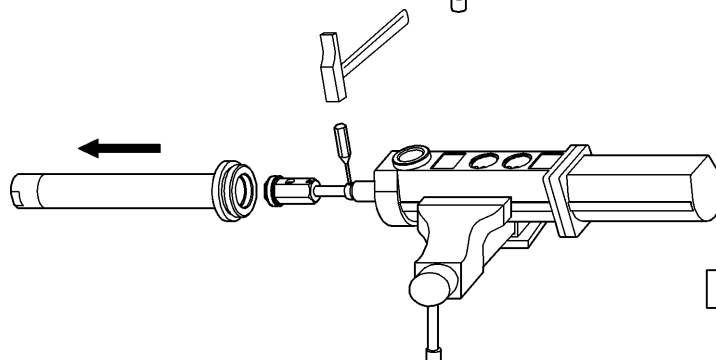

Fig. 5
4. Remove the pin (19) situated in the upper part of the connecting rod (20) (fig. 5) and unscrew the rod from the air piston rod (8).
4. Extraer el pasador (19) situado en la parte superior del eje válvula impulsión (20) (Fig. 5) y desenroscar el eje del vástago (8).
4. Extraire la baguette (19) située au niveau de la partie supérieure de l'axe de la soupape d'impulsion (20) (voir Fig.5) et desserrer l'axe du piston (8).